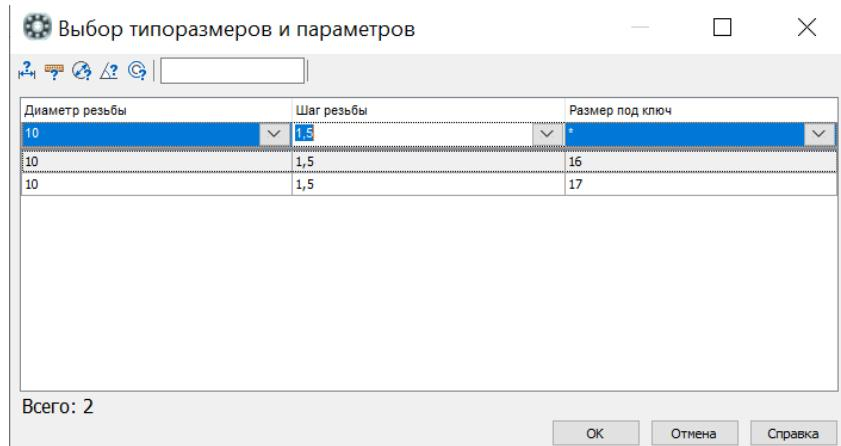

Рис. 48 Выбор размеров Гайки
**Задать Диаметр крепежной детали.** В списке **Выбор типоразмеров и параметров** выбрать значение диаметра крепежной детали **10** мм. Определить шаг резьбы, материал гайки, покрытие (рис. 48).